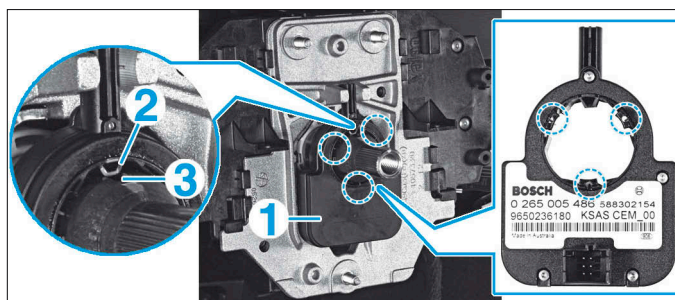

FIG. 5
- Dégrafer le capteur d'angle (1) (Fig.5).